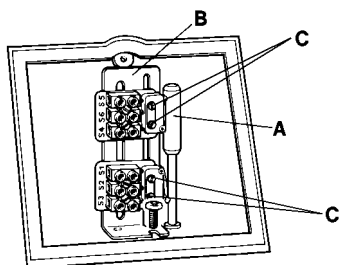

Fig.4
- Pousser la tige actionnant l'interrupteur "A" dans le trou à la base du boîtier du servomoteur (voir Fig.4) jusqu'à ce qu'il s'enclenche dans la console anti-rotation (G ci-dessus).